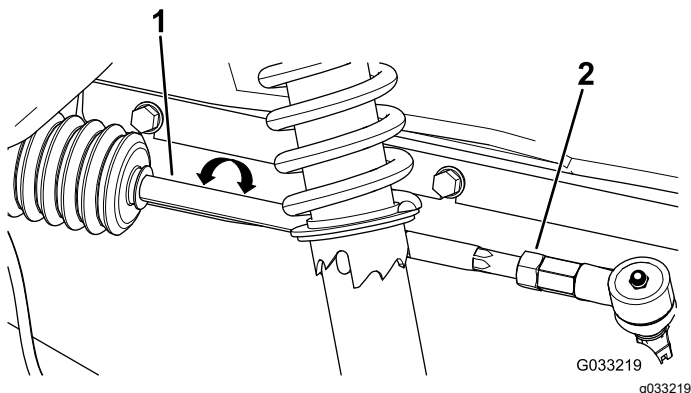

Figura 56
2. Se la misura non rientra nel campo specificato di 0–6 mm, allentate i controdadi all'estremità esterna dei tiranti (Figura 56).